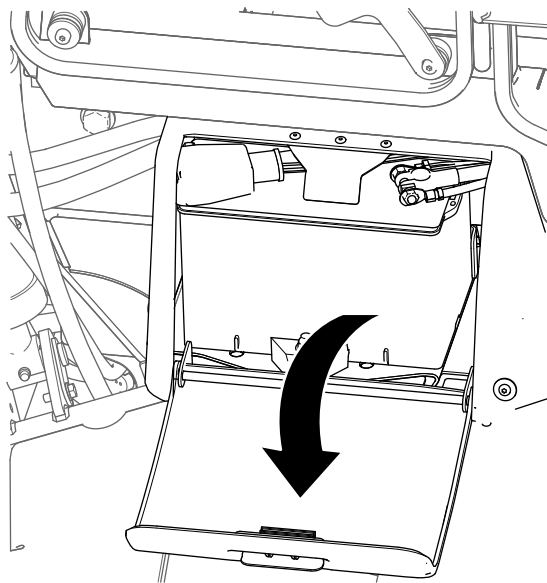

Figura 1
4. Abra la puerta del compartimento de la batería (Figura 1).